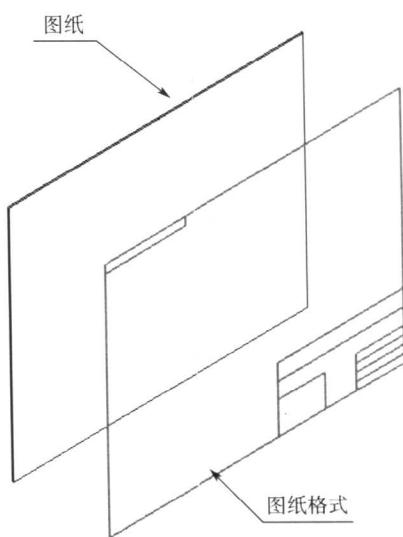

图 1-5 图纸与图纸格式
2. 图纸格式 图纸格式包括边框、标题栏和必要的文字。图纸和图纸格式如图 1-5 所示。